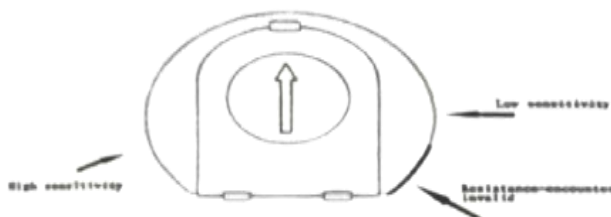

Fig 18
7.2 Detección de puerta cerrada bloqueada: Fig. 18